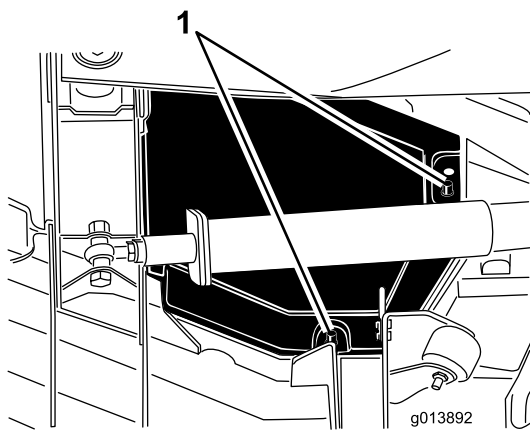

Figura 74
4. Levante as extremidades da cobertura interior e traseira dos polos de montagem (Figura 74).